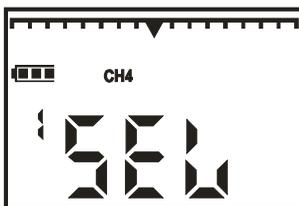

Рисунок 9.5
3) кнопкой "РЕЖИМ" выбрать необходимый газ (рисунок 9.5), кнопкой "ВКЛ" зафиксировать выбор, после чего газоанализатор выключается.